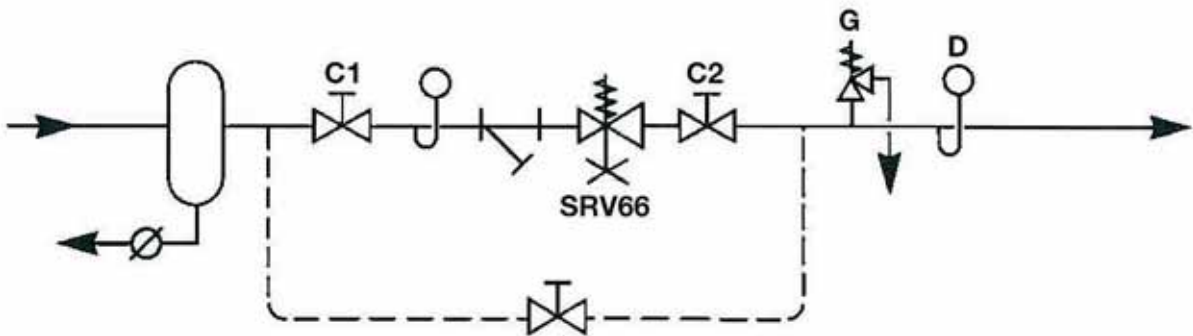

Fig. 5 Isolement du détendeur
- Isoler le détendeur en fermant d'abord le robinet d'isolement amont (C1), puis le robinet d'isolement aval (C2). Vérifier que la pression est nulle (D) et attendre que le détendeur se refroidisse (voir Fig. 5).